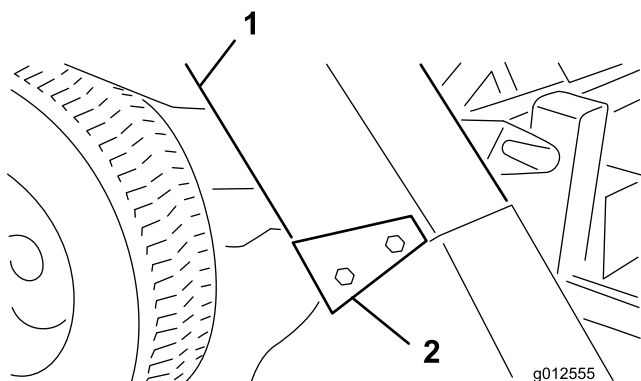

**Figure 28**
1. En vous reportant aux dimensions indiquées à la Figure 28, mesurez et repérez la goulotte.